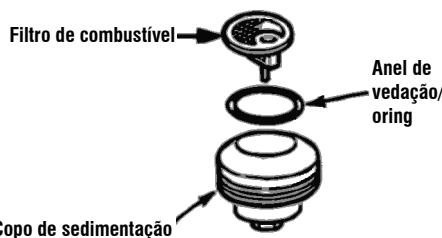

Fig. 25 – Limpeza dos componentes
- d. Desmonte o sistema, retirando o filtro de combustível, o anel de vedação/oring e o copo de sedimentação (fig. 25);